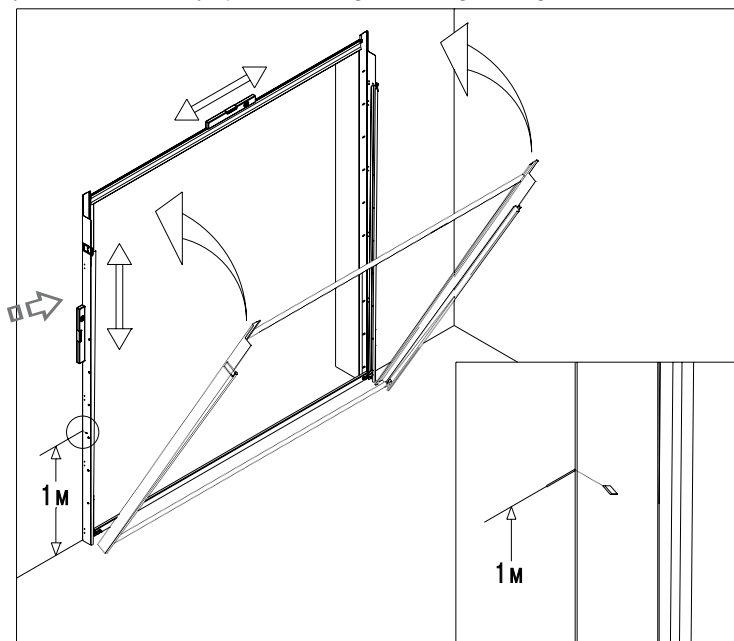

Fig. 8.
- 3) finjuster rammen ved hjælp fra monterings markeringerne. (fig.8);